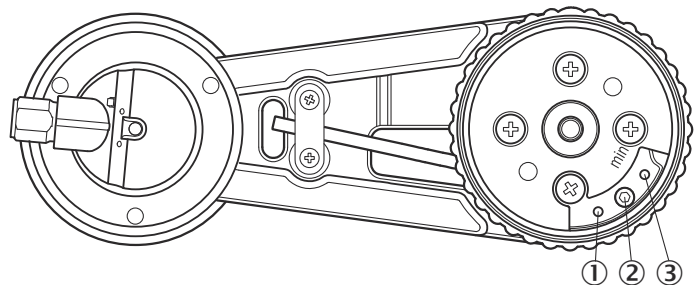

Figure 1: Setting maximum force and force limit
- ▶ Falls die Kraftbegrenzerschraube auf die maximale Kraft eingestellt ist, kann der Feststellmechanismus zum Anheben um bis zu 110° von der Nullstellung in die entgegengesetzte Richtung zur Richtung für die Kräfteinstellung gedreht werden (Abbildung 1). Wenn die Kraftbegrenzerschraube auf das Minimum eingestellt ist, kann der Feststellmechanismus zum Anheben um bis zu 150° von der Nullposition gegen den Uhrzeigersinn gedreht werden. Falls mehr als 150° erforderlich sind, muss die Kraftbegrenzerschraube entfernt werden.
- In figure 1 the three different screw positions and the corresponding forces are shown. The position of the screw, defines the maximum spring force value, that can be adjusted, by screwing the screw into the defined threaded hole.